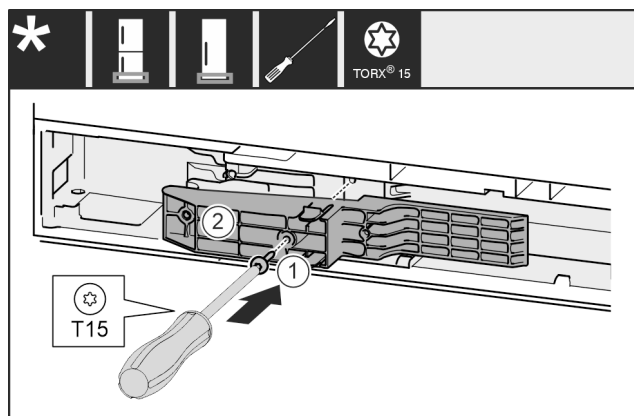

Fig. 47 \*
- Adaptér Fig. 47 (1) na straně rukojeti vložte do výklenku.\*
- Šroubovákem šroub Fig. 47 (2) pevně utáhněte.\*